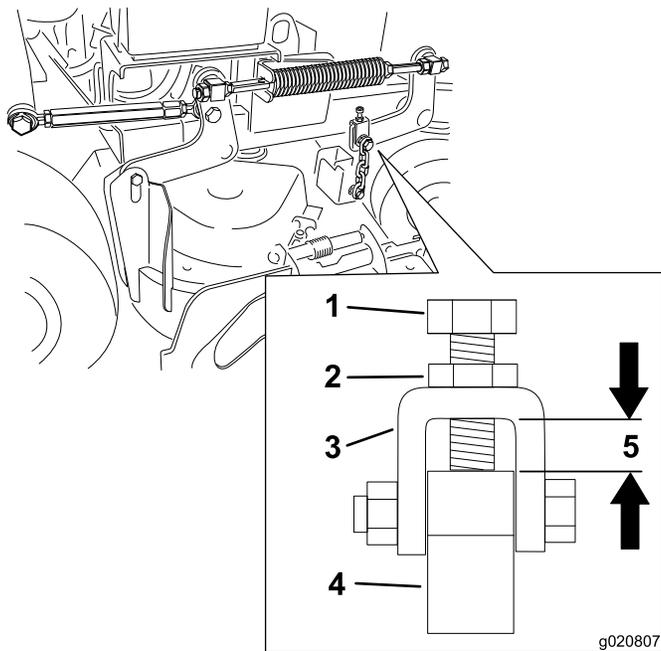

図 83
**注** この適正距離は 図 83 に示すように 11mm であることが必要。
12. 図 83 に示す正しい距離になるように、ジャムナットをゆるめて調整ボルトで調整を行う。